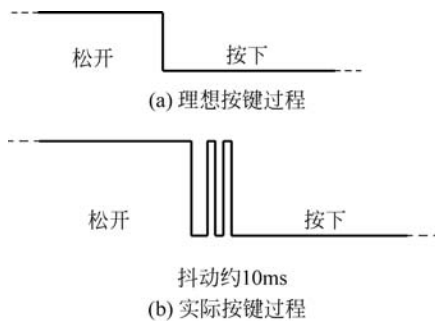

图 5-7 按键抖动
(2) 按键消抖问题。图 5-7 为理想按键的过程,当松开和按下按键时立即更换通断状